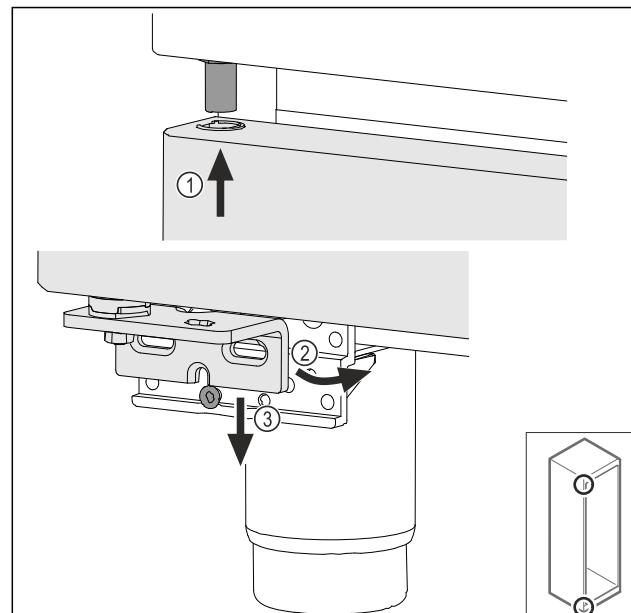

Fig. 37
- ▶ Introducir la puerta ligeramente inclinada en la parte superior Fig. 37 (1), alinear la puerta para que quede recta Fig. 37 (2) y colocarla en la parte inferior del tornillo de soporte de cojinetes Fig. 37 (3).